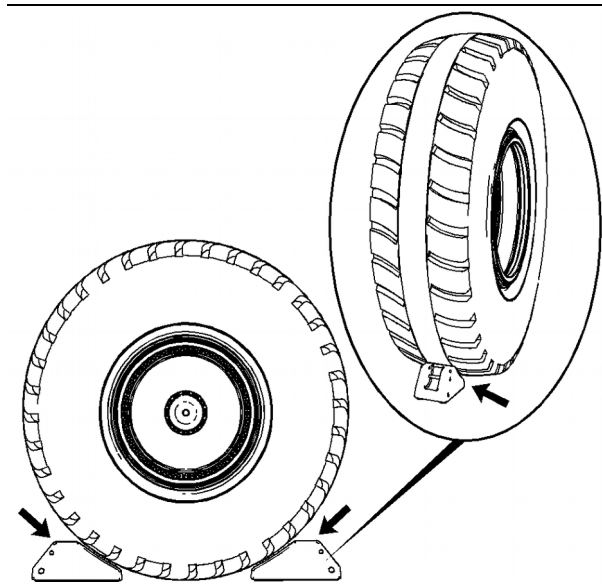

Ilustración 104
5. Quite cada bloque para rueda del soporte de almacenamiento e instálelo en el neumático, como se muestra en la Ilustración 104. Coloque un bloque para rueda en la parte delantera y otro en la parte trasera del neumático. Coloque cada bloque para rueda firmemente contra el neumático y en ángulo recto con el neumático. Coloque los bloques para rueda en el centro de la banda de rodadura del neumático.